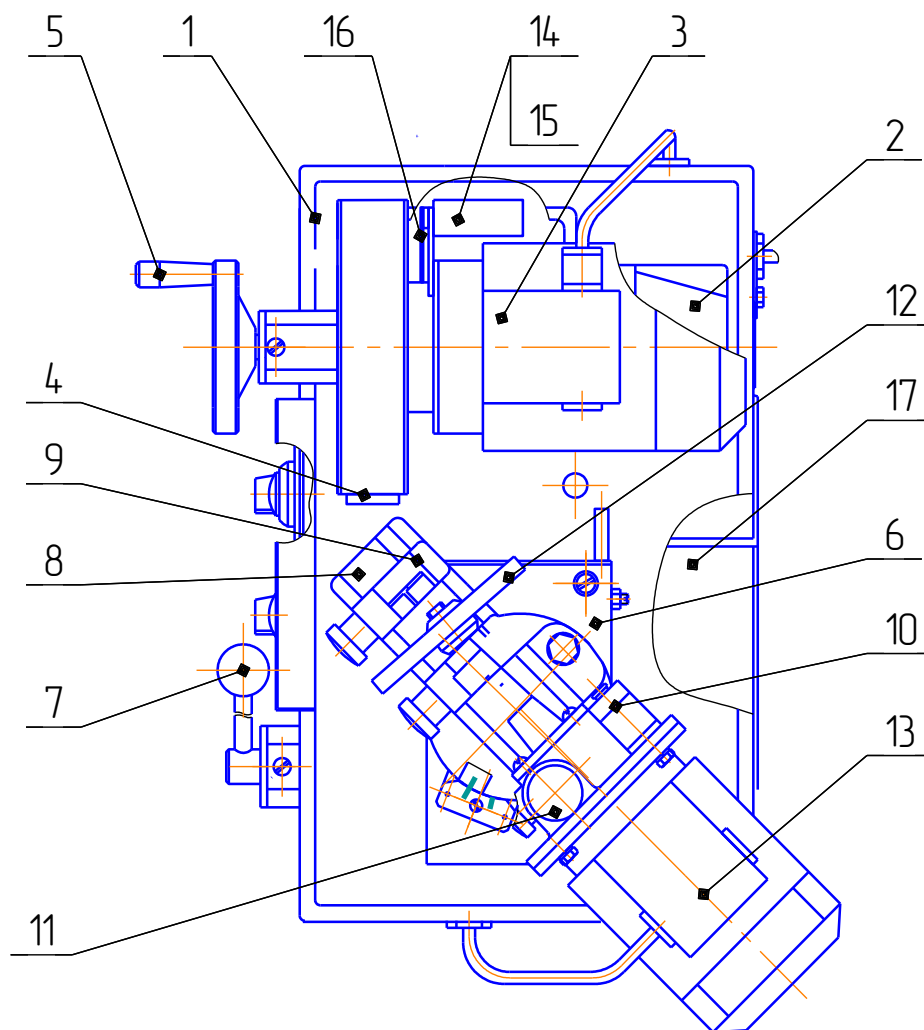
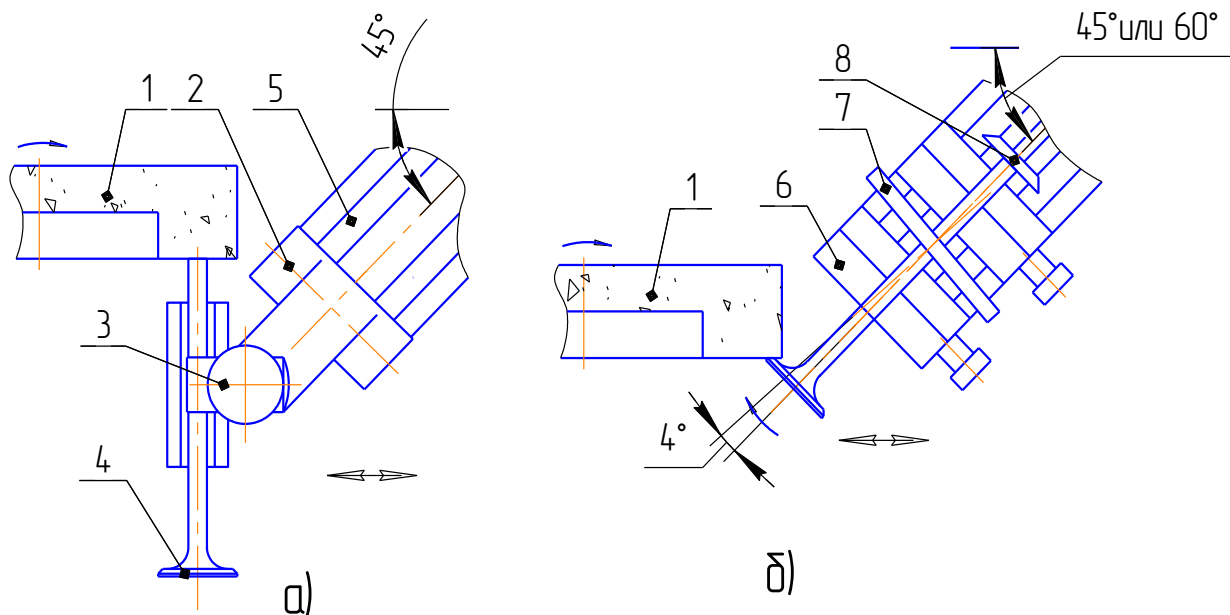

Рис. 1 Установка для шлифовки клапанов Р186
Рис. 3 Шлифовка клапана
4.1 По направляющим чугунной станины 1 (рисунок 1) перемещаются: двигатель с шлифкругом 4 (с помощью маховичка 5) и узел привода клапана, включающий в себя редуктор 11, приводной ролик 12 и двигатель 13 (с помощью рукоятки 7). Узел привода клапана может поворачиваться: вокруг вертикальной оси для обработки фаски клапана под углом 45° и 60° к оси клапана и вокруг горизонтальной оси для зажима клапана в призмах 9 роликом 12 под действием веса узла. Зазоры в направляющих типа “ласточкин хвост” выбираются регулировочными клиньями. Угол наклона рукоятки 7 может изменяться перестановкой зубчатого сектора по рейке. Насос подачи эмульсии 14 приводится в действие резиновым кольцом (пассиком) 16 от шкива на валу двигателя. Эмульсионный бак 17 выдвигается на планках с тыльной стороны станины.
Шлифовка производится торцом шлифовального круга (рис. 3).
Установить приспособление для шлифовки торца клапана (рис. 3а) на поворотные салазки и закрепить (угол поворота салазок 45°). Произвести шлифовку торца клапана. Снять приспособление.
Установить опорные подшипниковые призмы на поворотные салазки (угол поворота 45° или 60° в зависимости от угла фаски клапана, рис. 3б). Подвести приводной ролик к стержню клапана. Произвести шлифовку фаски клапана возвратно-поступательным перемещением продольных салазок рукояткой 7 (рис.1).